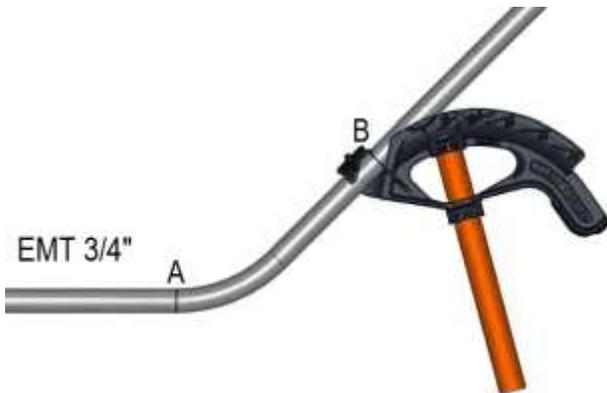

Figura 57. Colocación del doblador en la segunda marca
8. Realizado el primer doblado, coloque el doblador y el tubo al revés, además oriente el extremo de la palanca o mango hacia el suelo, manteniendo equilibrada la tubería en el aire, permita que el tubo gire 180° en el doblador. Deslice la tubería hacia abajo de forma tal que la primera curva se aleje del doblador hasta que quede alineada con la segunda marca "B" con el gancho del doblador, como se puede observar en la figura 57.